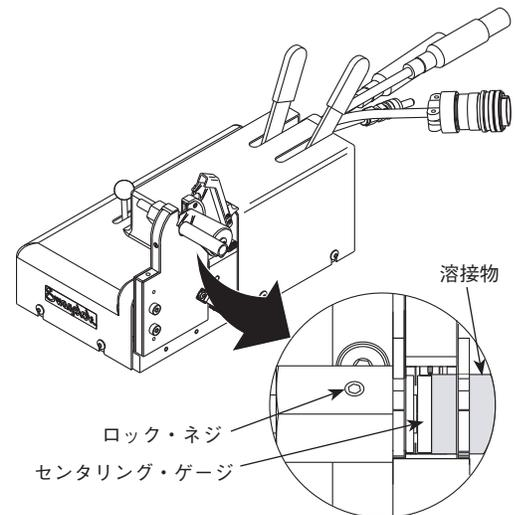

図 26：溶接物を差し込む
6. 溶接物をフィクスチャーの反対側に差し込み、センタリング・ゲージの端面にぴったりと突き合わせます。図 26 をご参照ください。